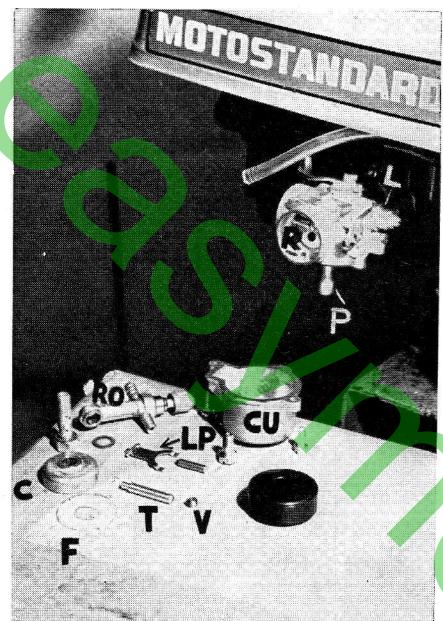

Fig. 22
Démonter le robinet du carburateur RO (fig. 22) et nettoyer les différentes pièces constituant le robinet d'essence.
Enlever le couvercle d'arrivée d'essence C (fig. 22) sur le carburateur et retirer le filtre-tamis F (fig. 22). Nettoyer et rincer ces deux pièces.
Dévisser la vis-gicleur de marche normale G (fig. 22) située sous la cuve du carburateur.
Retirer cette pièce ainsi que la cuve du carburateur CU (fig. 22), les rincer à l'essence propre, souffler dans le gicleur. Ne jamais nettoyer un gicleur avec une épingle.
Démonter le tube d'émulsion T (fig. 22) en dévissant la vis calibrée V (fig. 22) située à l'intérieur du tube plongeur P (fig. 22) entrant dans la cuve. Rincer et souffler dans les orifices puis remonter.
Souffler dans le gicleur de ralenti R (fig. 22) situé à l'entrée d'air du carburateur (en dessous et avant le volet d'air).
**REMARQUE IMPORTANTE :** Nous conseillons vivement de ne pas démonter la partie supérieure du carburateur. Pour toutes les opérations d'entretien citées ci-dessus, la partie supérieure doit rester fixée sur le cylindre. Veiller à ce que la languette de soulèvement du pointeau LP (fig. 22) ne soit pas déformée au cours des montages et démontages. Vérifier le bon état des joints, les remplacer le cas échéant.